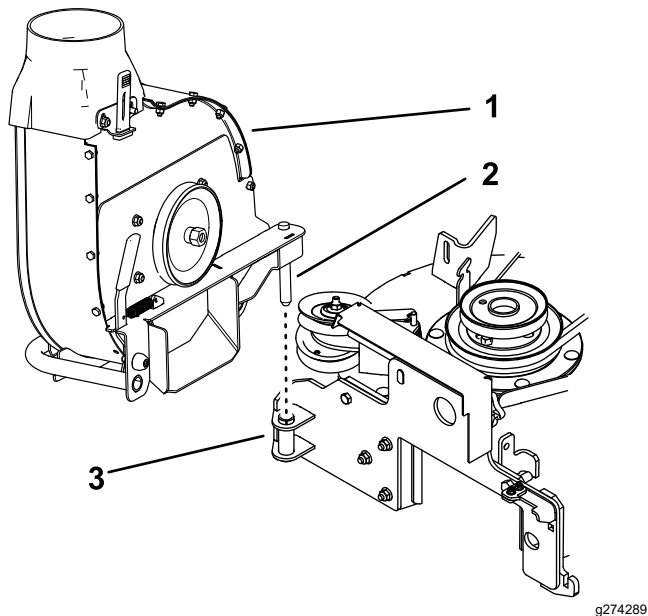

Figura 4
2. Insira o pino do conjunto do soprador no suporte de montagem do soprador como se mostra na Figura 4. Não tranque o soprador na montagem do soprador.